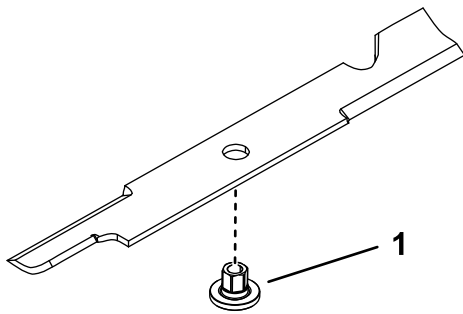

図 79
1. ブレードにブッシュを取り付けるブッシュのフランジが下地面側になるように取り付ける 図 79。